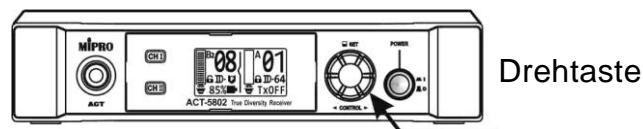

Bild 17
17. Anzeige Der Frequenzgruppe (GRP) und des Empfangskanals (CH)
V. Bedienung der Drehtaste, Bild 17